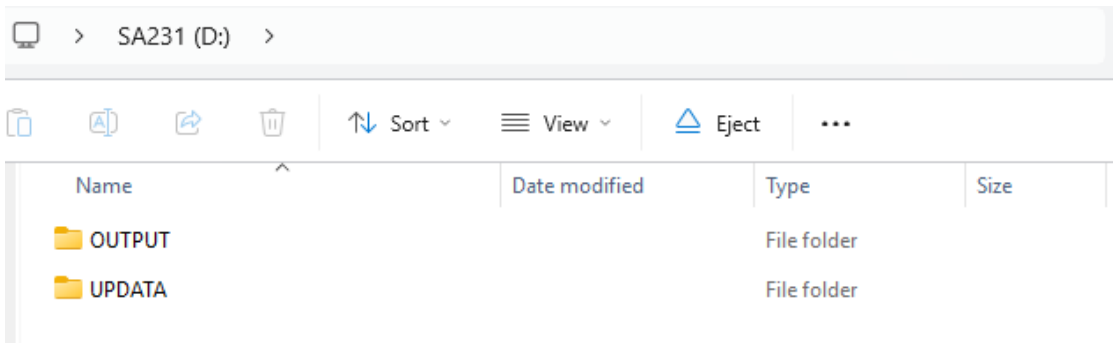
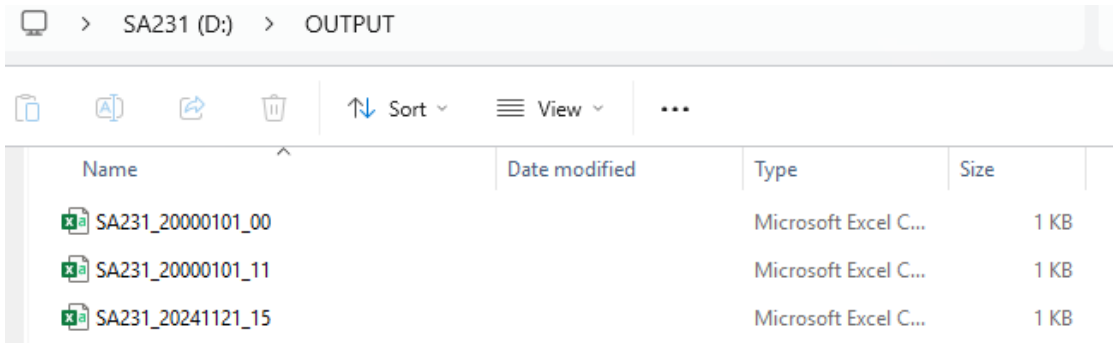

Figura 6
Figura 7
- (1) Conecte el equipo de prueba al ordenador con un cable USB tipo C. Aparecerá automáticamente una ventana de exploración de carpetas denominada «SA231» en la pantalla del ordenador, como se muestra en la figura 6.
- (2) Si no aparece, haga clic en «Mi PC» en el escritorio, busque la unidad denominada «SA231» en los dispositivos y unidades, y haga clic para entrar.
- (3) En la carpeta SA231, haga clic para entrar en la carpeta denominada «OUTPUT», localice y seleccione el archivo de datos de prueba correspondiente según la fecha de prueba que desee exportar, como se muestra en la figura 7.
(1) Antes de actualizar el software, desconecte la alimentación del equipo de prueba, mantenga pulsado el botón «Confirmar» del dispositivo de prueba (el botón situado en la parte inferior derecha de la pantalla) y, a continuación, conecte el equipo de prueba al ordenador con un cable USB tipo C. Cuando se ilumine la pantalla y se acceda a la interfaz de actualización del software subyacente, suelte el botón «Confirmar». En ese momento, aparecerá automáticamente en la pantalla del ordenador una ventana de exploración de carpetas denominada «SA231», como se muestra en la figura 6. Si no aparece, haga clic en «Mi PC» en el escritorio, busque la letra de unidad «SA231» en los dispositivos y unidades y haga clic para entrar.